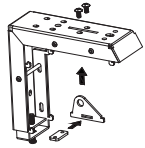
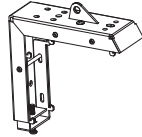

图14
图15
2.将锁板穿过悬吊挂板孔，再一起穿入挂板长条孔上（注意方向），锁上M5*10机丝，完成悬吊方式的转变（图14、图15）。把挂板锁块两锁勾调节到解开位置（见图6、图7）。